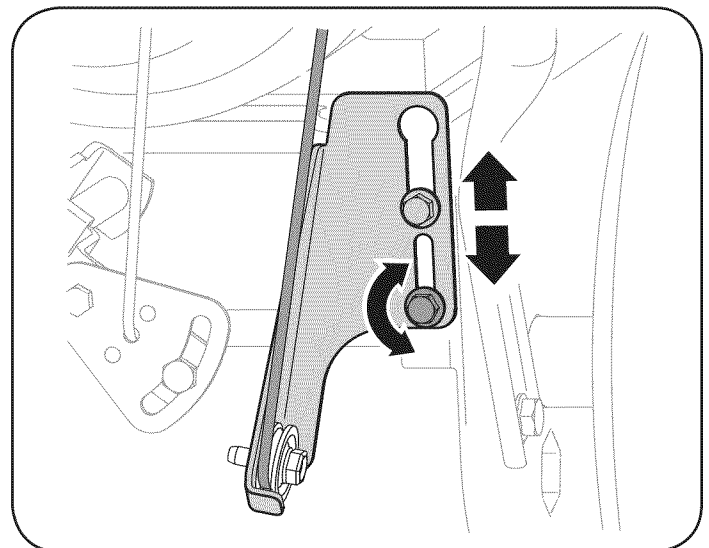

Figura 26
6. Afloje la tuerca hexagonal inferior del soporte del cable de la transmisión. Vea la figura 26.